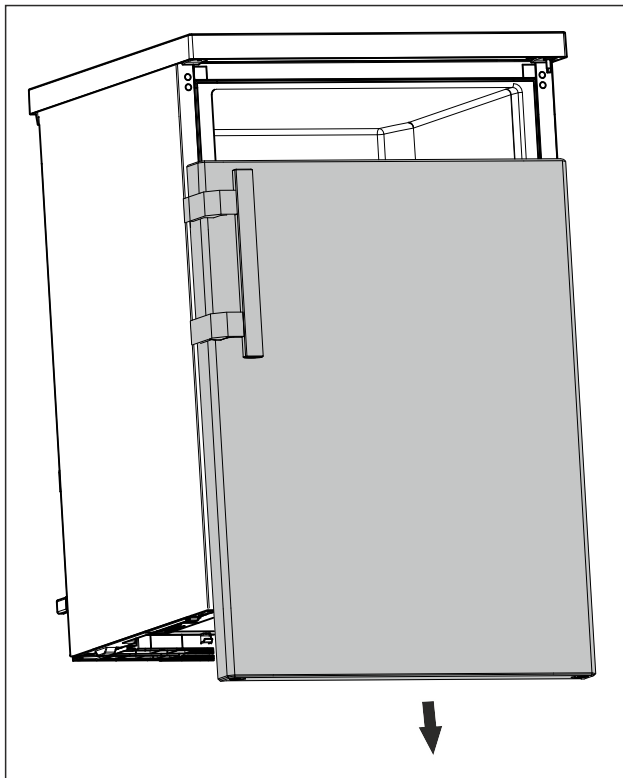

Fig. 16
- ▶ Stiahnite dvere nadol. (pozri Fig. 16)